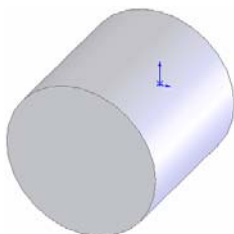

图 6-35 拉伸的图形
① 设置基准面。在左侧的“FeatureManager 设计树”中用鼠标选择“前视基准面”作为绘制图形的基准面。
② 绘制草图。选择菜单栏中的“工具”→“草图绘制实体”→“圆”命令，以原点为圆心绘制一个直径为 60 的圆。
③ 拉伸实体。选择菜单栏中的“插入”→“凸台/基体”→“拉伸”命令，将上一步绘制的草图拉伸为“深度”均为 60 的实体。结果如图 6-35 所示。